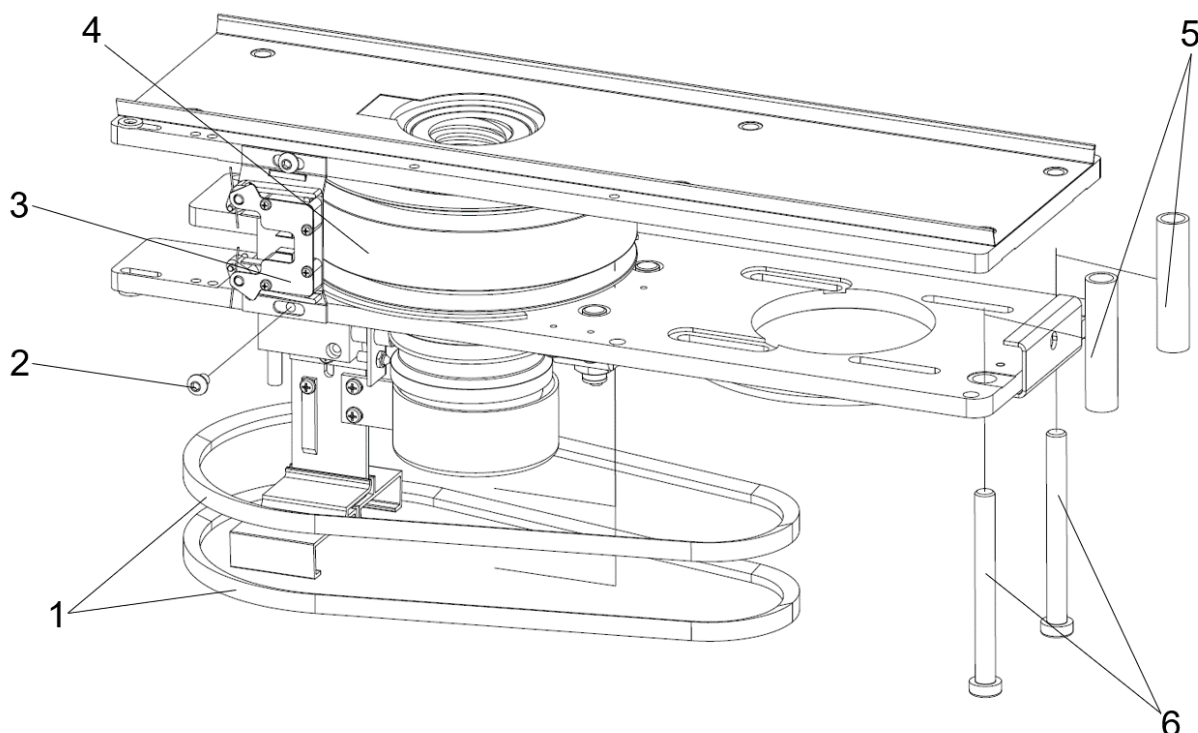

Fig. 30 Byte av drivremmar
1. Känn på drivremmarna (1) för att se om de har blivit polerade genom friktion, se Fig. 30.